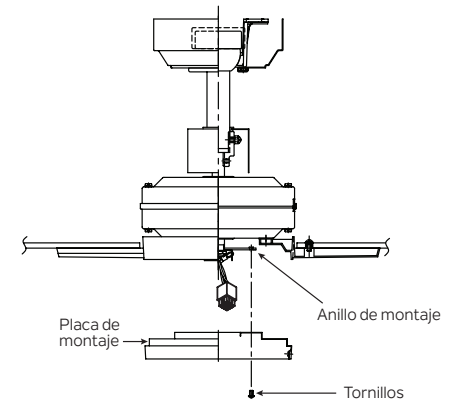

Fig. 17
Paso 1. Afloje los dos tornillos del anillo de montaje conectado al eje del motor y "retire" y guarde el tercer tornillo. (Fig. 17)